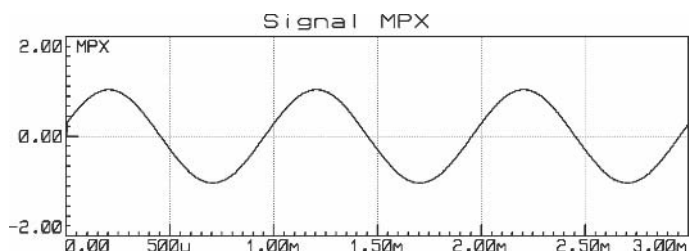

Figure 7.2.
**Sepatoo** – Grande est votre bonté, je saurai m'en souvenir. Je peux donc vous donner une réponse définitive : l'amplitude de mon signal audio seul doit être de 1,8 Vcc, comme on peut le voir à la **figure 7.2**.